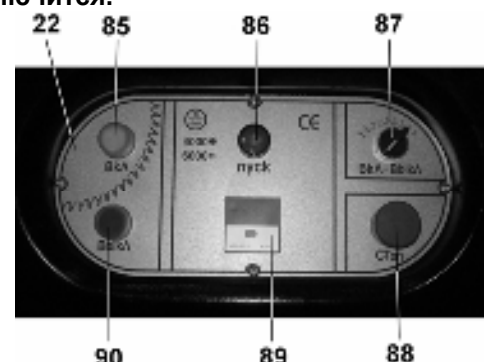

Рис. 22
9.4.4. Для изменения частоты вращения пильного диска (9) регулировочными гайками (99; 100) ослабьте натяжение приводных ремней (102). Ослабьте два установочных болта (103). Переустановите два приводных ремня (102) на шкиве двигателя и шкиве шпинделя (101) в необходимое положение. Вилку (104) установите и закрепите в соответствии с положением ремней (102). Это необходимо для считывания датчиком (105) и индикации на щитке выключателей (22) установленной частоты вращения пильного диска (9), Рис. 22; 26.